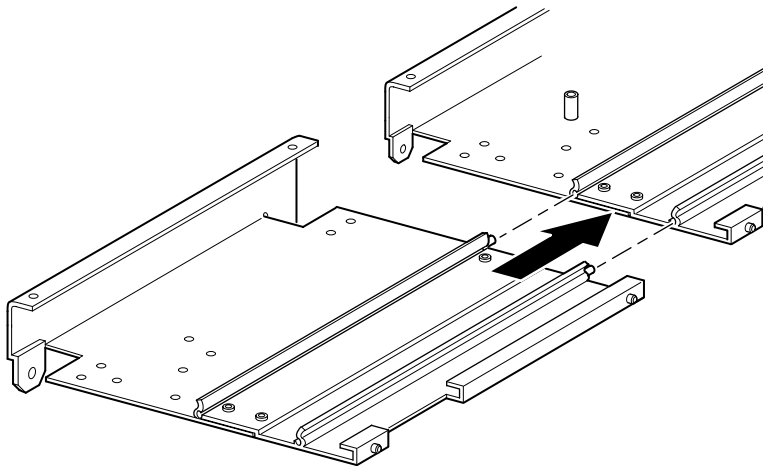

図2-17: 5Uまたは10Uの拡張ユニットの取り付け
9. 5Uまたは10Uの拡張ユニットを、以下の手順に従って取り付けます（図2-17を参照）。